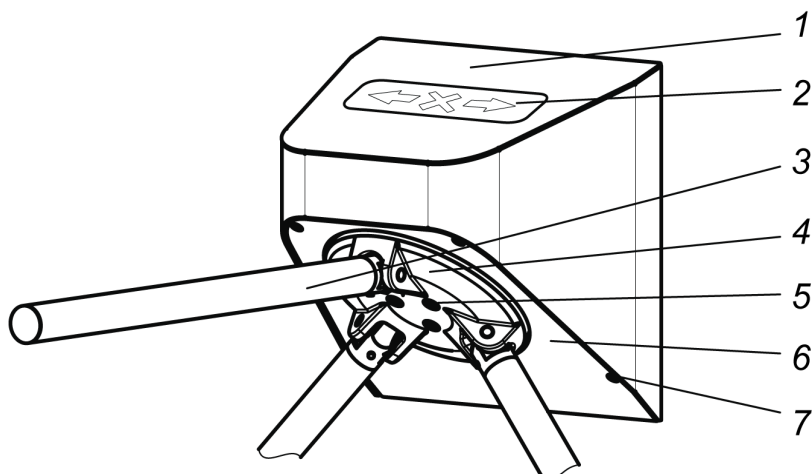
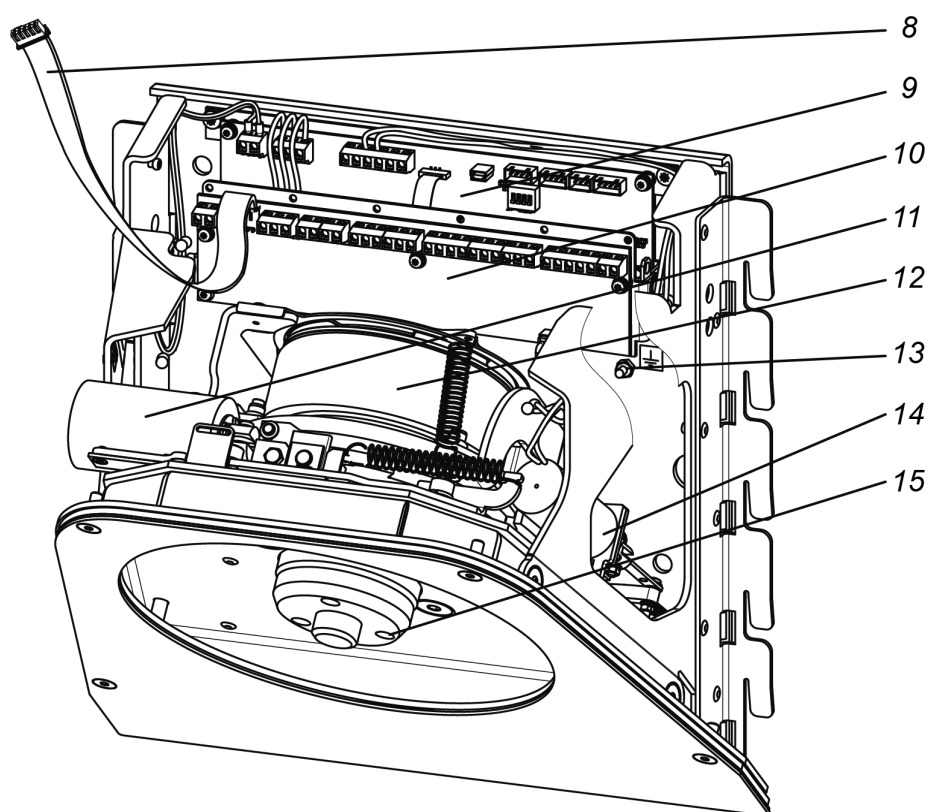

Рисунок 5. Общий вид турникета без монтажного кронштейна (стойки)
Рисунок 6. Внутреннее устройство турникета
Общий вид турникета показан на рис. 5. Номера позиций в тексте настоящего руководства указаны в соответствии с рис. 5 и 6.
Доступ к внутренним элементам турникета осуществляется через съемный колпак (1). Фиксация колпака на корпусе турникета осуществляется при помощи 4-х винтов крепления (7) под ключ SW3. При эксплуатации турникета колпак должен быть надет на корпус. Внутри корпуса под колпаком расположены (см. рис. 6): плата управления электроприводом (9), плата интерфейса (10) и механизм турникета, включающий в себя:
- привод (12) в сборе с электродвигателем и платой датчика положения маховика;
- электромеханическое стопорное устройство (14) с оптическими датчиками положения;
- механизм аварийного открытия прохода (11) (автоматического опускания преграждающей планки «Антипаника»).
Для информирования о текущем состоянии и установленном режиме работы турникета на его колпаке (1) расположен блок индикации (2) (см. рис. 5 и 7). Блок индикации имеет три пиктографических индикатора: